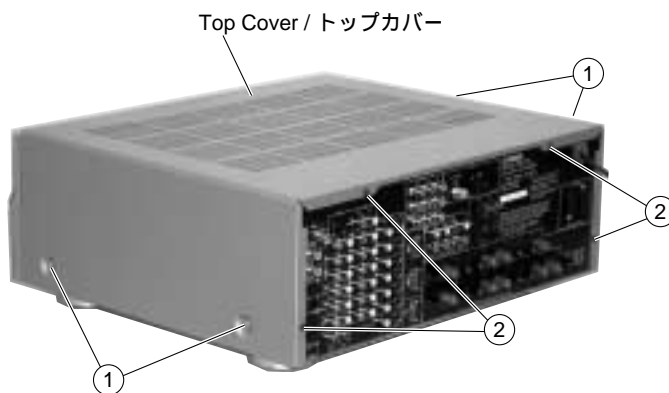

Fig. 1
- Remove 4 screws (①) and 4 screws (②). (Fig. 1)
- Slide the Top Cover rearward to remove it. (Fig. 1)
- ①のネジ4本、②のネジ4本を外します。(Fig. 1)
- トップカバーを後方へスライドさせ取り外します。(Fig. 1)